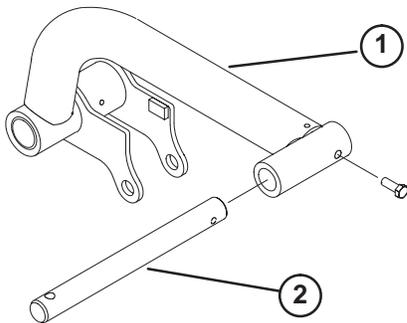

Figure 13
2. Insérez une tige de pivot dans chaque bras de levage (gauche et droit) et alignez les trous de fixation (Fig. 13).